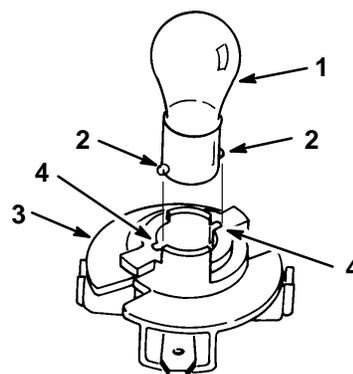

Figure 19
4. Pousser sur l'ampoule pour la tourner à fond vers la gauche (env. 1/4 tour) et la retirer de l'embase (Fig. 19).
1. Le culot de l'ampoule présente deux ergots métalliques. Aligner ces ergots face aux rainures de l'embase et insérer le culot dans la douille de l'embase (Fig. 19). Pousser sur l'ampoule et la tourner à fond vers la droite.